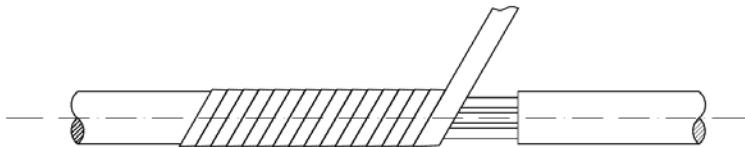

Рис. 10. Обмотка электрокабеля полуступями
- 6) Обмотать пластмассовой изоляционной липкой лентой следует так, как показано на рис. 10. Обмотать в два слоя.